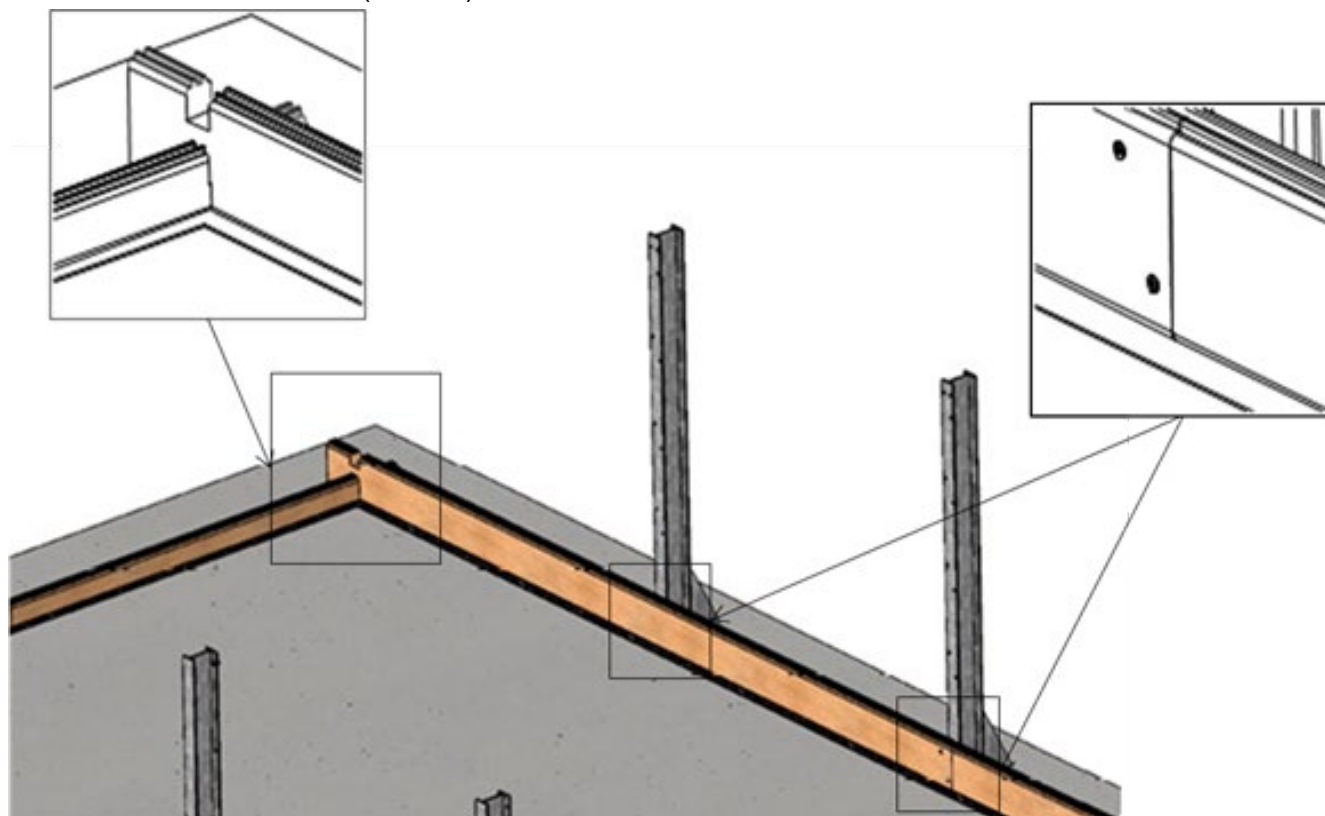

Abbildung 10 –
- untereinander, wie in **Abbildung 10**, beschrieben mithilfe von 2 Schrauben pro Lamellenpaar und auf beiden Seiten mit einer Höhe von je 10 Lamellen, also insgesamt 80 A4 Edelstahl-Senkkopfschrauben 5 × 40 mit Torx-Gewinde bis 25 mm (Pack C);